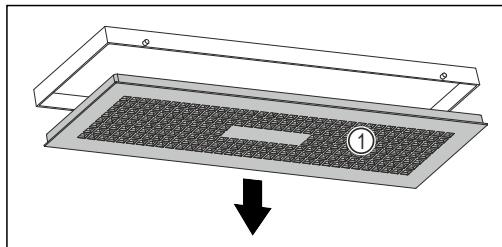

Fig. 112
- Медленно поверните водяной блок вниз, удерживая при этом крышку Fig. 112 (1).
- Снимите крышку Fig. 112 (1).